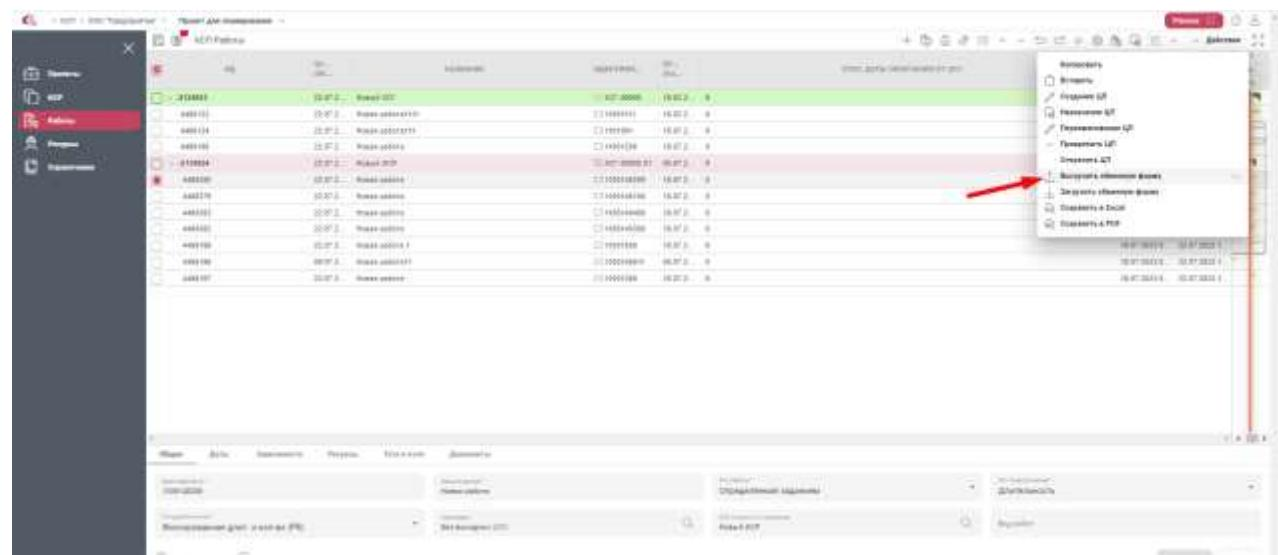

Рисунок 133– Раздел «Работы», Действия – Экспорт обменной формы
- 2.1 Нажать в меню «Действие» (в разделе Работы), далее - «Экспорт обменной формы» (Рисунок 133).